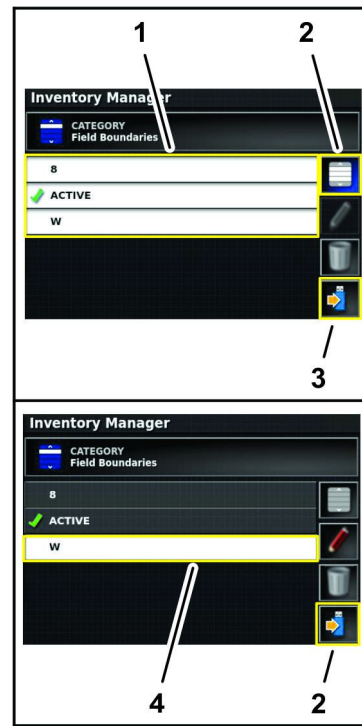

Рисунок 100
- Нажмите на значок «Выбрать все», чтобы выбрать всю информацию в категории (Рисунок 100).
- Нажимайте отдельные значки информации в категории (Рисунок 100).
8. Нажмите на значок сохранения выбранных позиций (Рисунок 100).